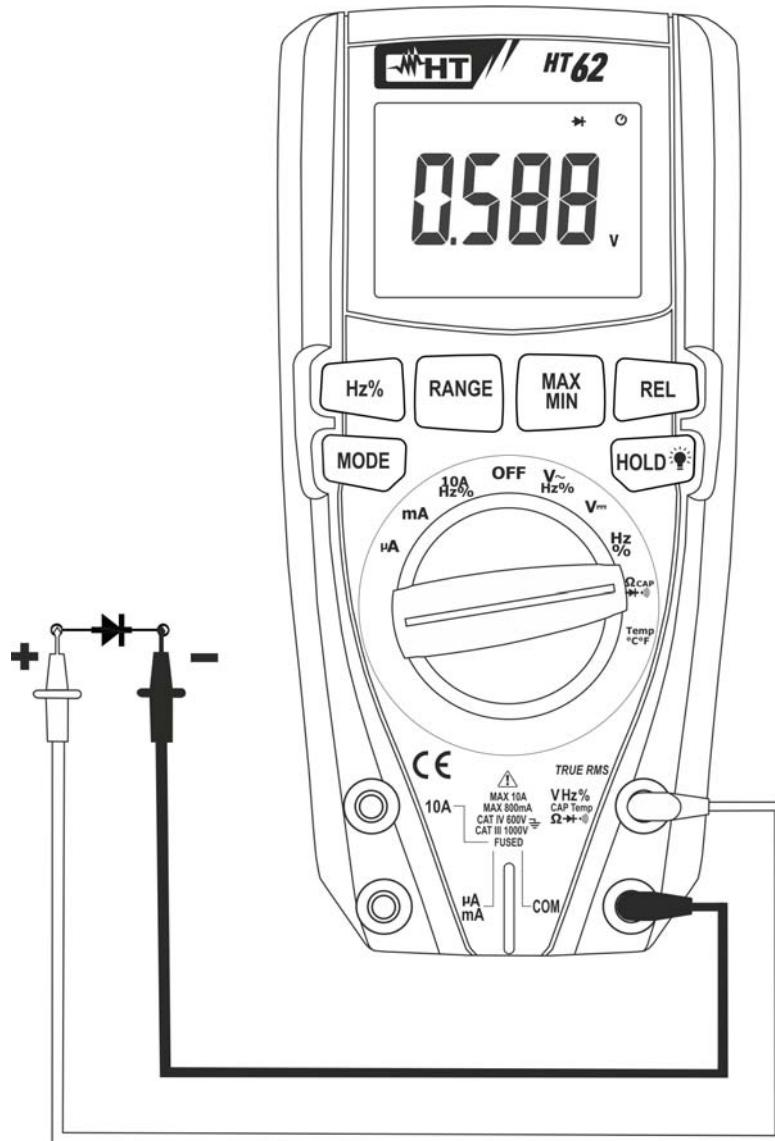

Abb. 6: Verwendung des Gerätes für die Diodenprüfung
4. Verbinden Sie die Messleitungen mit den jeweiligen Enden der zu messenden Diode (siehe Abb. 6) und achten Sie dabei auf die angegebene Polarität. Der Wert der direkt polarisierten Grenzwertspannung wird im Display angezeigt.
6. Wenn das Gerät die Meldung "O.L" anzeigt, sind die Klemmen der Diode invertiert mit Bezug auf die Angabe in Abb. 6, oder die P-N Verbindung der Diode ist beschädigt.